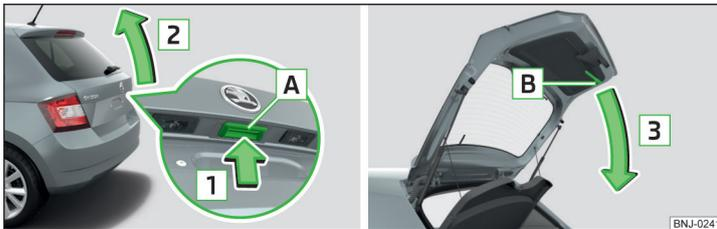

Fig. 37 Abrir/cerrar la tapa del maletero
- > Para **abrir** la tecla **A** presionar en el sentido de la flecha **1** » fig. 37.
Se desactiva la tecla **A** » fig. 37 cuando se arranca y/o a partir de una velocidad de más de 5 km/h. Después de parar el vehículo y abrir una puerta se volverá a activar la tecla.